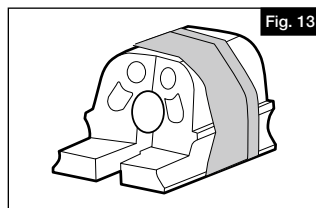
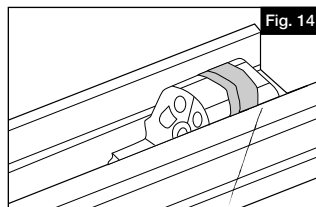
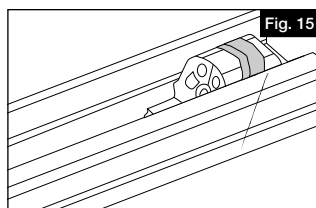

Fig. 13
Fig. 14
Fig. 15
- 10.** Coloque suficiente cinta de enmascarar alrededor del soporte (Fig. 13) como para que encaje bien en el extremo de la viga. Deslice el soporte hasta el extremo de la viga inferior. Alinee los soportes con el ángulo marcado en la viga (Fig. 14) de manera que cuando se haga el corte, se corte toda la cara del soporte pero se quite el menor material posible. Con los soportes asegurados en la viga inferior, corte la viga y el soporte juntos en la línea marcada (Fig. 15) para establecer su ángulo de instalación. Corta ambos extremos de la viga inferior con los soportes.